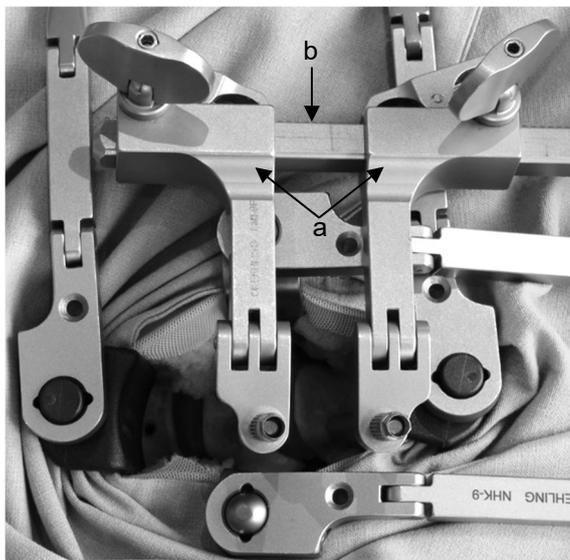
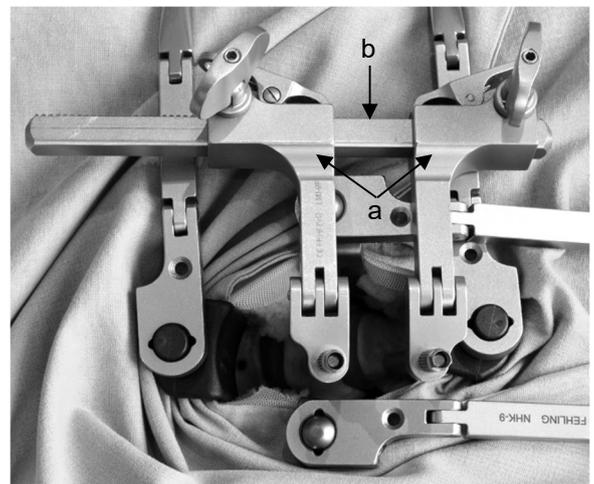

Abb. 13a
Abb. 13b
9. Beide Spreizerarme (a) können über die gesamte Zahnstange (b) bewegt werden. Dadurch besteht die Möglichkeit, dass die Zahnstange komplett genutzt werden kann und verschiedene Positionen der Spreizerarme gegeben ist, weil die Spreizerarme mittig (Abb. 12b), an dem einen Ende der Zahnstange (Abb. 13a) oder an dem anderen Ende (Abb. 13b) positioniert werden können.